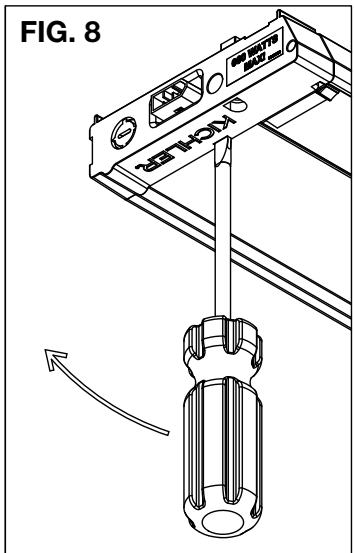

FIG. 8
2. Abra el compartimento de cableado mediante la inserción de un desarmador de cabeza plana dentro de las ranuras y haciendo palanca sobre la cubierta para abrirla. (ref. FIG. 8)